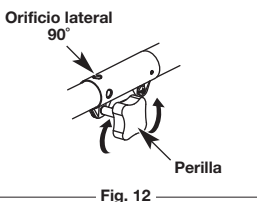

Fig. 12
1. Gire la perilla en sentido antihorario para aflojarla (Fig. 12).
3. Gire la perilla en sentido horario para ajustarla (Fig. 12).